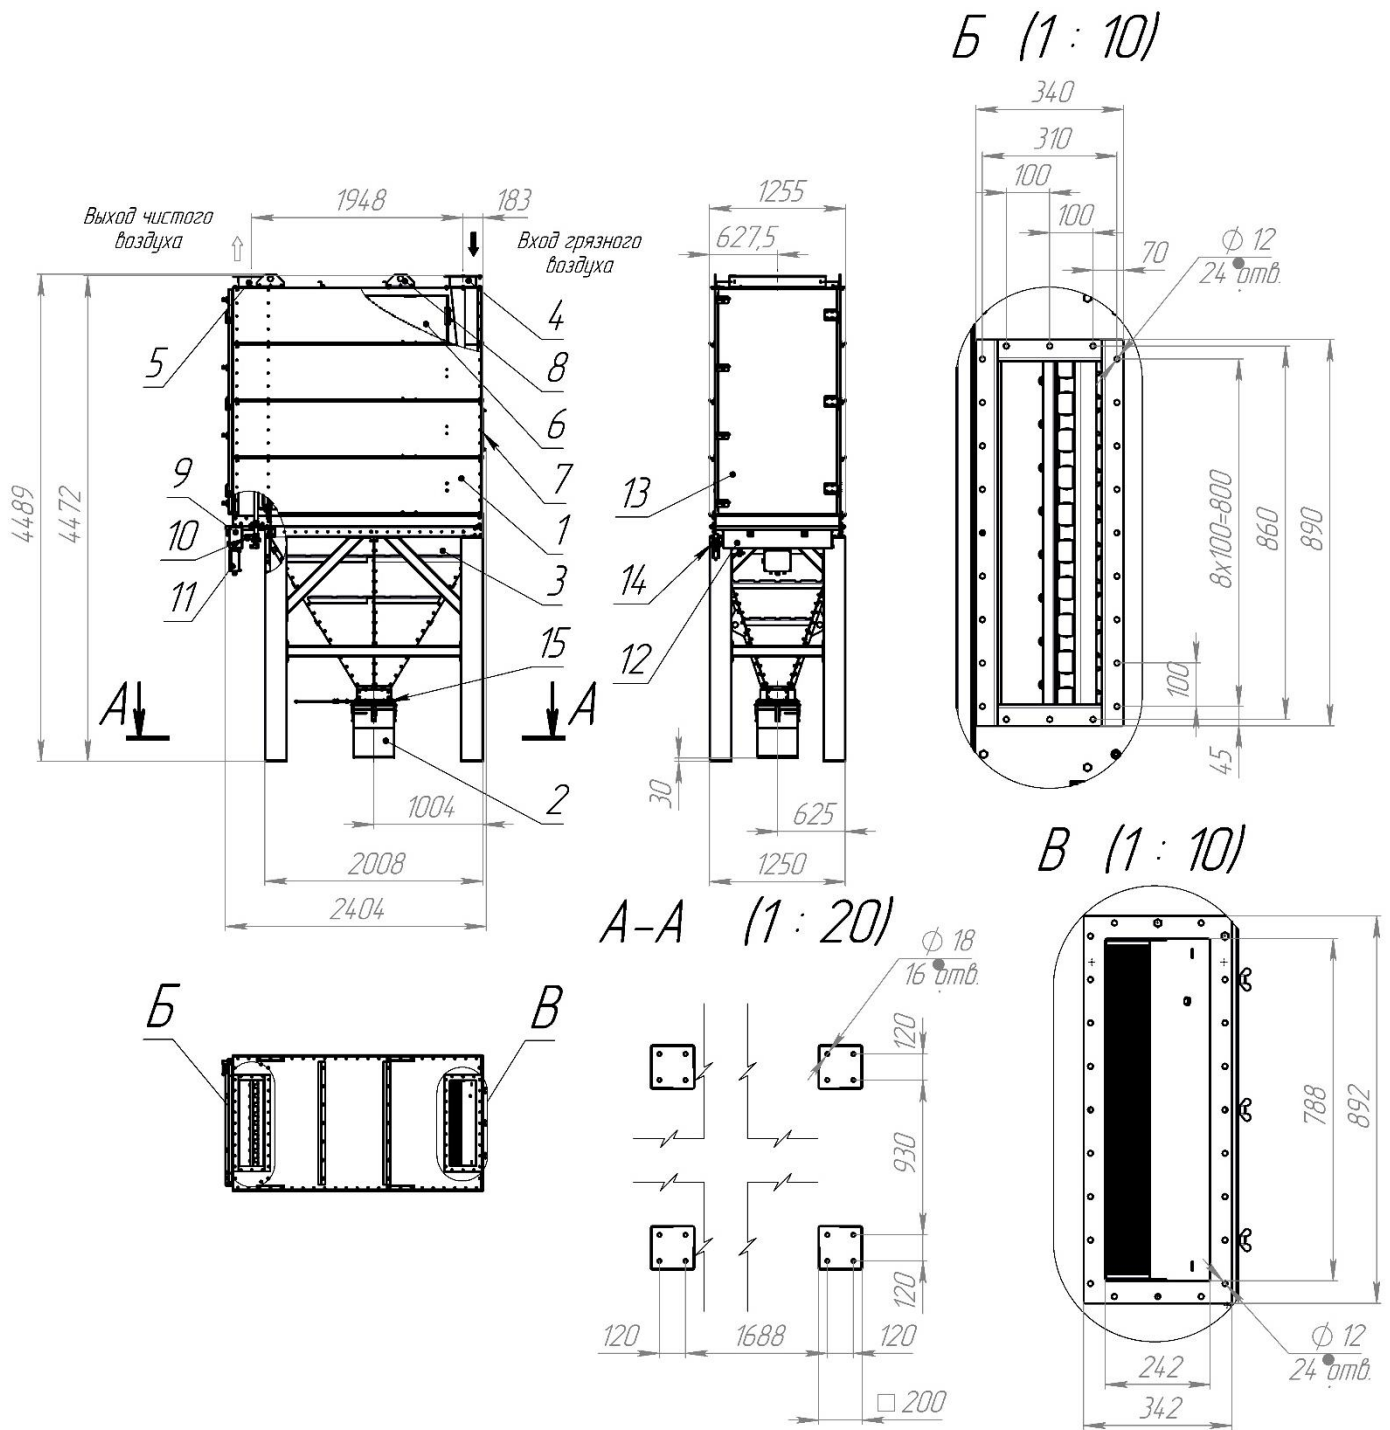

Рис.1
4.1.4 Смонтировать подводящий воздухопровод ко входному патрубку 4 и отводящий воздухопровод от выходного патрубка 5 (Рис.1).